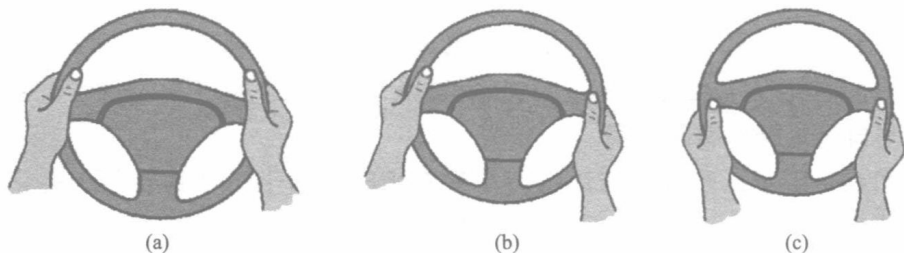

图1-4 手握转向盘的位置
2) 手的位置。各种车辆由于转向盘的直径大小和倾角不同, 因此, 转向盘的握法也有所区别。轿车转向盘平面趋于竖直, 基本握法如图1-4(a)所示, 左手握在9时~10时的位置, 右手握在2时~3时的位置。大型汽车转向盘平面趋于水平, 基本握法如图1-4(c)所示, 左手握在8时~9时的位置, 右手握在3时~4时的位置。轻型和中型汽车转向盘的倾角处于以上二者之间, 基本握法如图1-4(b)所示, 左手握在9时~10时的位置, 右手握在3时~4时的位置。